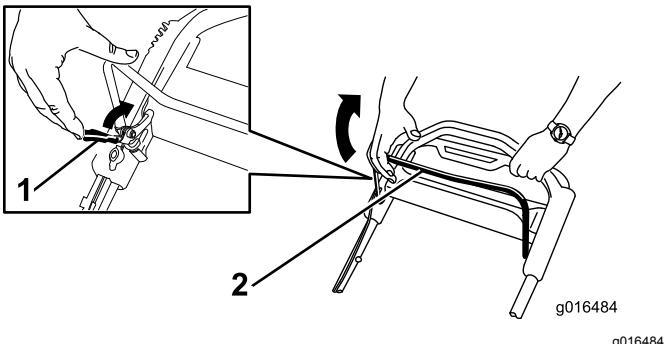

Figura 20
1. Tire hacia atrás del seguro de la barra de control de las cuchillas hasta que llegue a la barra de control de las cuchillas (Figura 20).
2. Tire hacia atrás lentamente Figura 20 de la barra de control de la cuchilla hasta que llegue al manillar () .